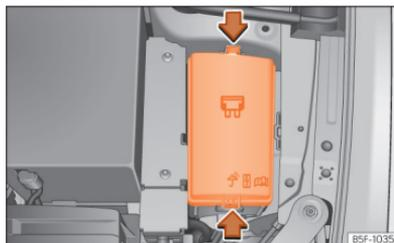

Fig. 200 No compartimento do motor: tampa da caixa de fusíveis.
- Pressione as patilhas de bloqueio para desbloquear a tampa da caixa de fusíveis »» Fig. 200.